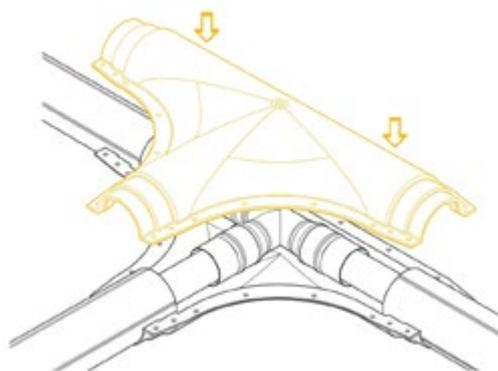

Рис. 5.9.5
**5.** Установить верхнюю половину защитного кожуха; совместить отверстия для болтов на верхней и нижней половинах кожуха (рис. 5.9.5).